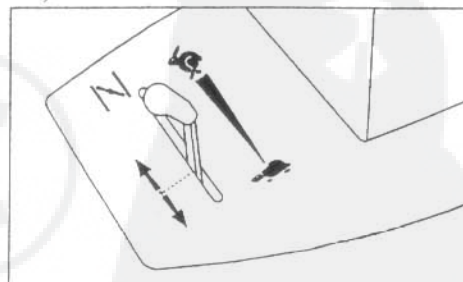

Fig. 17a
4. 15,5cv: Placer le levier du starter sur la position "Choke" (Fig. 17a).
7. 15,5cv: Après le démarrage du moteur, ajuster la vitesse du moteur à l'aide du levier du starter (Fig. 17a).